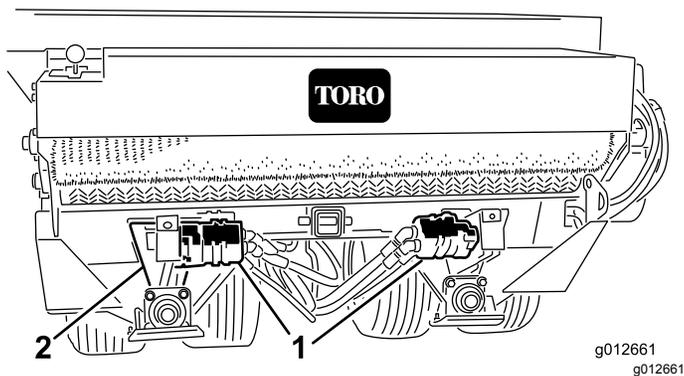

Figure 16
2. Desserrez les boulons de carrosserie et les écrous qui fixent le moteur hydraulique/la pompe au berceau de pont (Figure 16).
3. Faites tourner le pignon de moteur (Figure 16) jusqu'à ce que la chaîne d'entraînement de la roue présente une flèche de 3,2 mm ($\frac{1}{8}$ po).